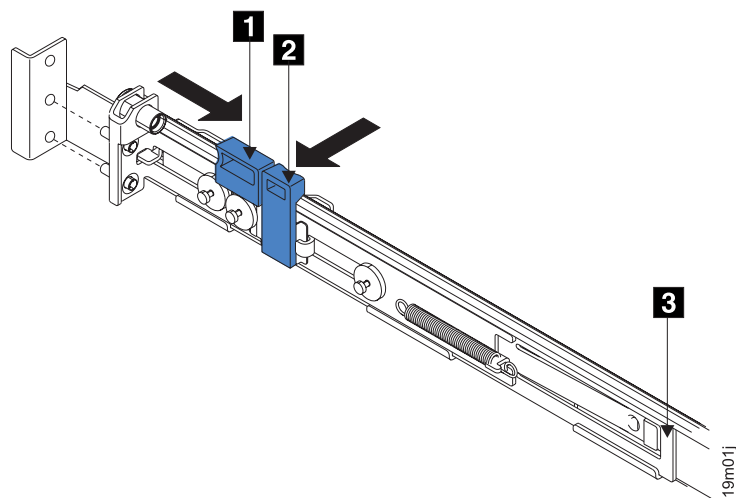

図 40. 後部のラッチ・ロック・キャリア・アセンブリーを開く
5. 後方のレール・ブラケット **1** (図 40) を、止まるまでレールの前面に向かって押します。これで、レールはその一番短い長さに調整されます。